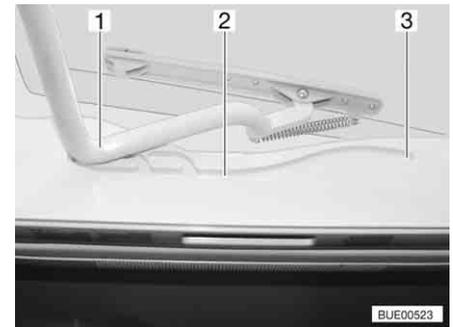

Bild 112 Heki-Dachhaube, Führung
- Den Bügel (Bild 112,1) in den Führungen (Bild 112,2) bis in die hinterste Position (Bild 112,3) ziehen.
- Den Bügel (Bild 112,1) mit beiden Händen leicht nach oben drücken.
- Den Bügel in den Führungen (Bild 112,2) bis zur gewünschten Stellung ziehen.